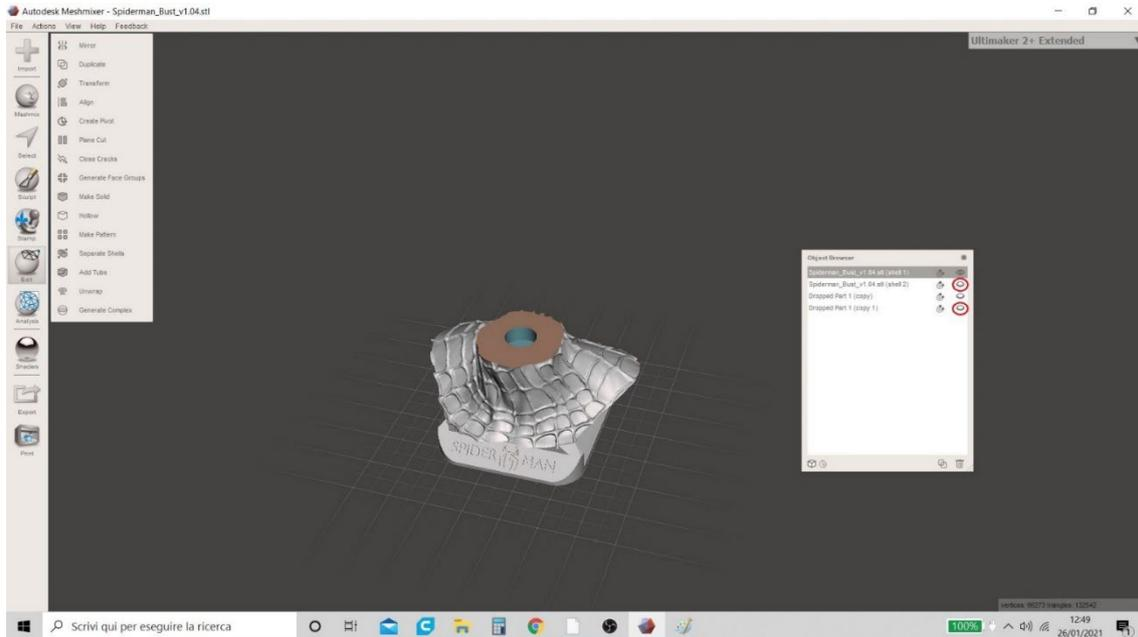

Figura 18 Meshmixer
11. Procederá ocultando el modelo combinado recién creado, y haciendo visibles "Shell 2" y "Drop Part 1 (copy 1)". Para hacer esto, haga clic en el icono en forma de ojo en la tabla como se muestra en la Figura 18 Meshmixer.